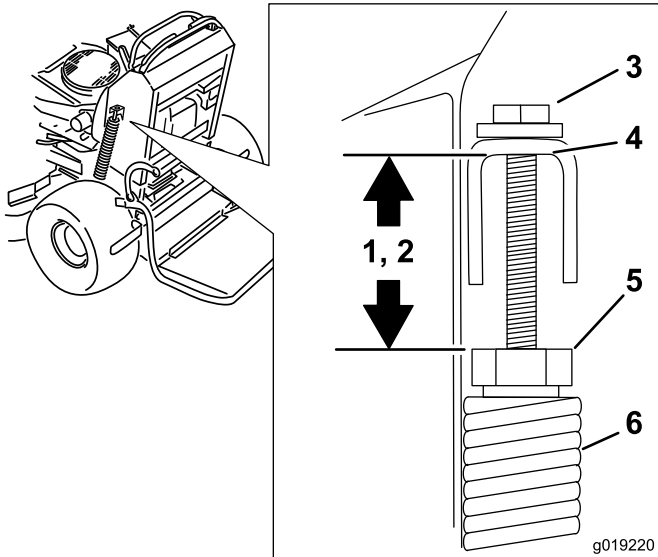

Figure 94
2. Vérifiez la longueur entre l'écrou de ressort et le bas du support en U soudé (Figure 94). La longueur nominale
se situe entre 47 et 50 mm (1,84 et 1,96 po) pour les tabliers de coupe de 48 et 52 pouces, et entre 43 et 46 mm (1,69 et 1,81 po) pour les tabliers de coupe de 60 pouces (Figure 94).
3. Au besoin, réglez la distance en ajustant le boulon en haut du support en U (Figure 94).